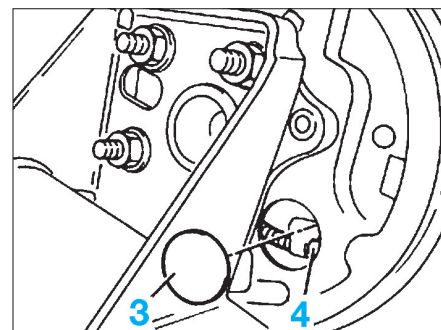

FIG. 30
- De chaque côté, déposer les capuchon (3), puis décrocher les câbles de frein à main (4) (Fig.30).